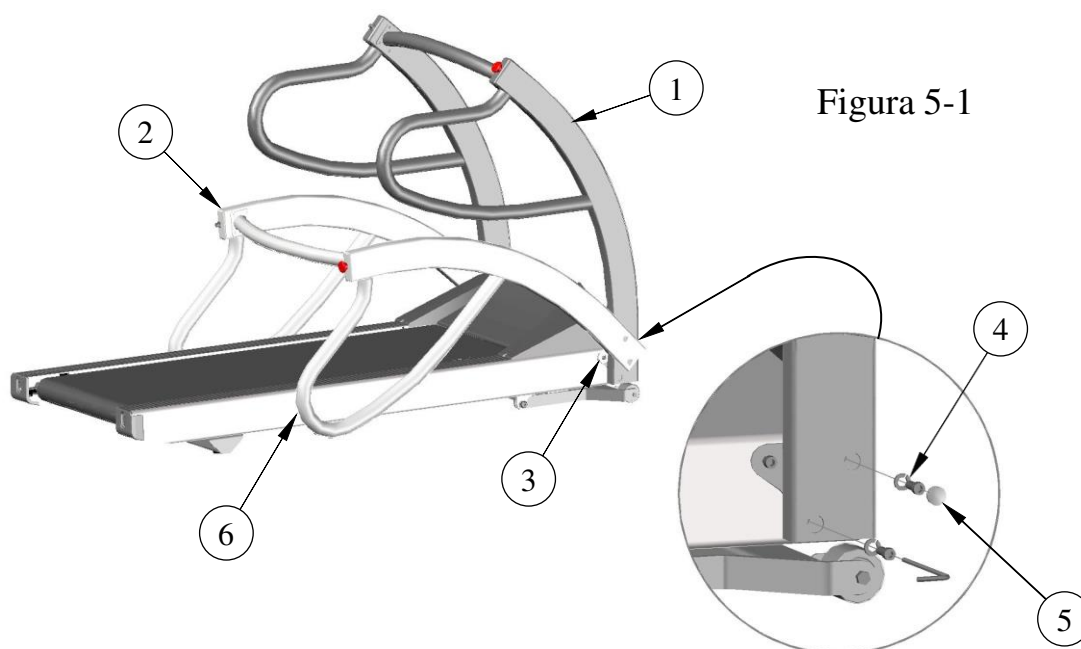

Figura 5-1
1. Balansați ansamblul barelor de susținere în poziția de funcționare și introduceți (2) șuruburi 3/8-16 și câte o șaibă de blocare 3/8 pe fiecare parte și strângeți bine.
2. Instalați (2) capace de plastic pe fiecare parte pentru un aspect finit. Figura 5-1